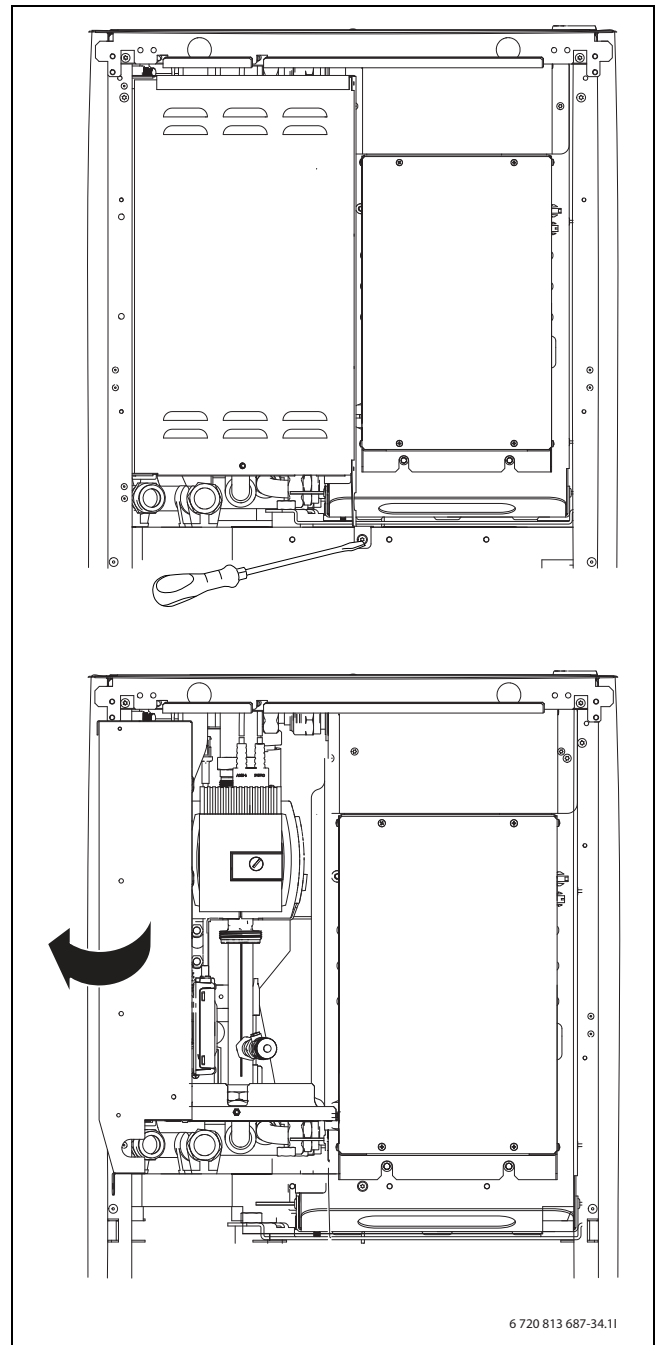

Bild 47 Schaltkasten
- ▶ Um an den Schaltkasten zu gelangen, diesen herausschwenken (→Abb. 47).
- ▶ Netzwerkkabel durch den Deckel führen und an IP-Modul (2) anschließen.